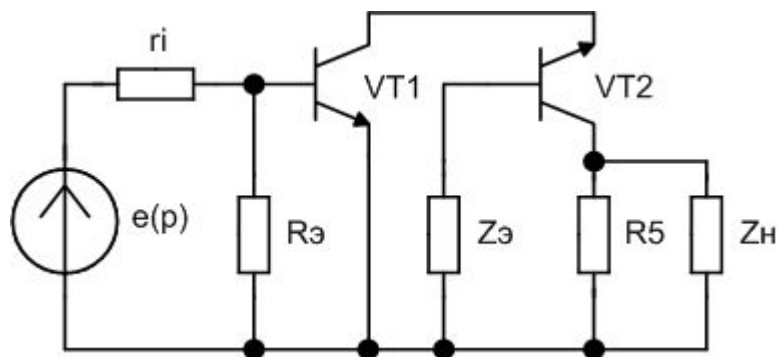

Рис.1.7,д – Оптимальная схема замещения (усилителя рис. 1.7,а) по переменному току для рабочего диапазона частот
**Вопрос 2.** Для схемы рис.1.7,г укажите формулы для эквивалентного резистора  $R_{\dot{z}}$  и эквивалентного резистора  $Z_{\dot{z}}$ .